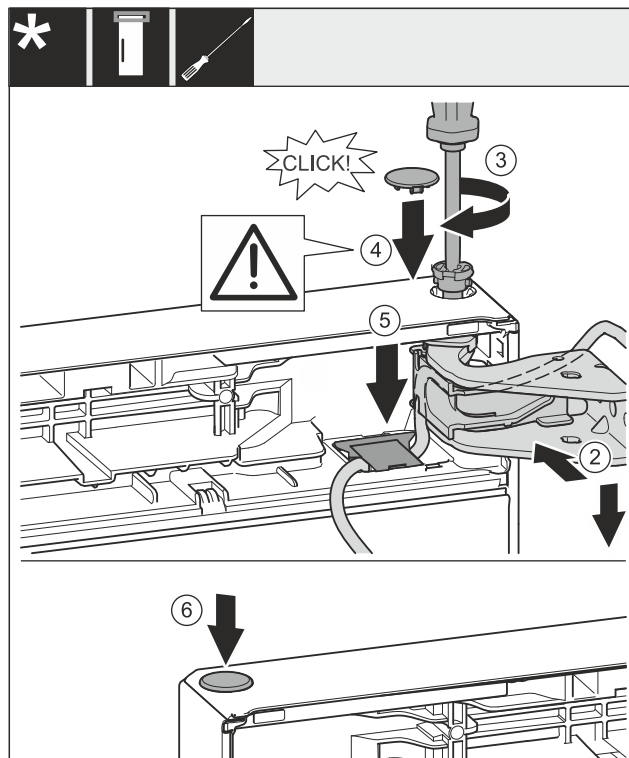

Fig. 31
- ▶ Wyrównać drzwi u góry względem otworu w płytce zawiasu. Fig. 31 (2)
- ▶ Założyć sworzeń i dokręcić śrubokrętem T15. Fig. 31 (3)
- ▶ Zamontować ostonę bezpieczeństwa w celu zabezpieczenia drzwi: Włożyć ostonę zabezpieczającą i sprawdzić, czy przylega ona do drzwi. Ponadto założyć cały sworzeń. Fig. 31 (4)
- ▶ Włożyć ostonę i docisnąć do dołu, aby się zatrzasnęła. Fig. 31 (5)
- ▶ Założyć zatyczkę. Fig. 31 (6)